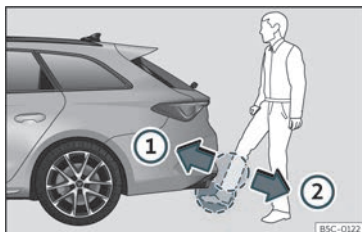

Fig. 84 Porta da bagageira com abertura controlada por sensor (Easy Open)
- »» **Fig. 84 ①**.
- »» **Fig. 84 ②**. A porta da bagageira abre-se automaticamente.